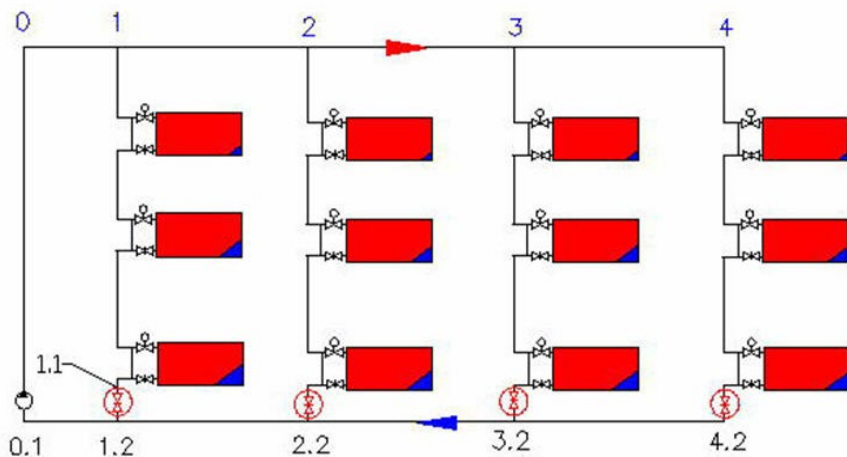

Рис.2 Использование стабилизатора для балансировки стояков системы водяного отопления
1.3. Основная сфера применения стабилизатора - установка на стояках однетрубных систем водяного отопления для предотвращения превышения расчетного расхода при изменении гидравлических характеристик остальных участков системы. Примеры использования стабилизатора приведены на *рис. 2...6*.